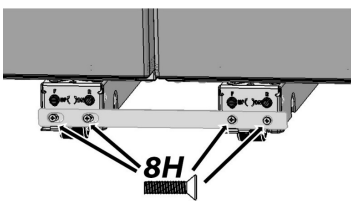

Fig. 14
15. En ayant le réfrigérateur/congélateur côte à côte écarté de 1/2 po, fixez un support 9H à l'avant des niveleurs (Fig. 14), en gardant les vis, 8H du côté gauche, desserrées.
- c. Fixez les quatre vis 8H (Fig. 14 et 15) à travers 2 supports 9H avant et arrière. Il se peut que vous ayez besoin de plusieurs réglages, afin que la garniture centrale soit bien alignée et centrée sur les unités.